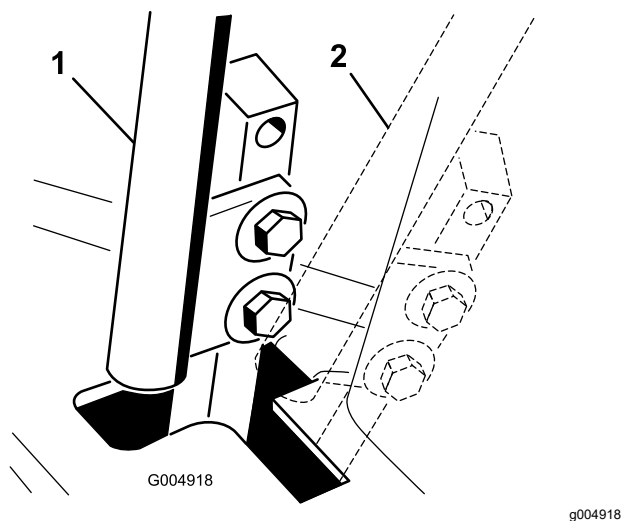

Figure 52
4. Placez le levier de commande au POINT MORT, sans le verrouiller (Figure 52).
6. Vérifiez la position du levier par rapport au cran de la console (Figure 52).